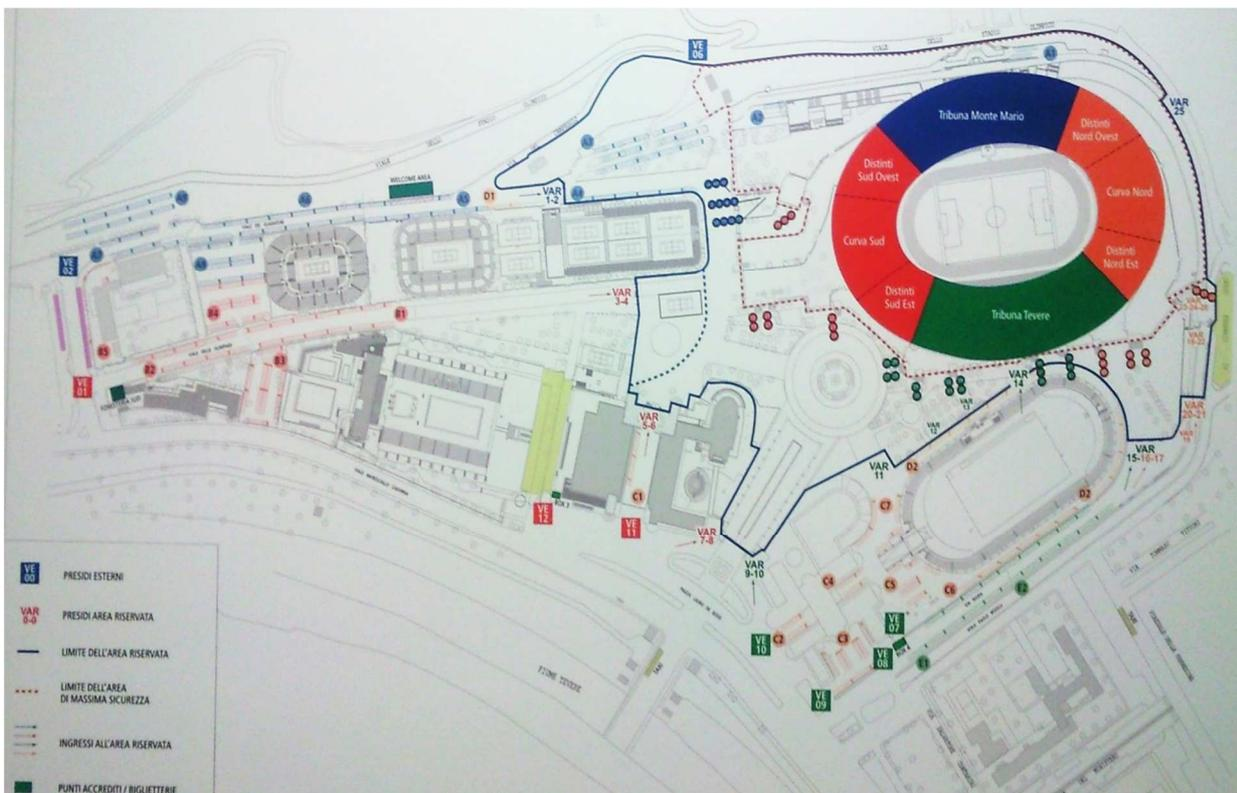

Fig. 4 Individuazione Area Riservata
Lo Stadio dei Marmi è l'impianto sportivo sito a Roma, con accesso carrabile principale da Viale Paolo Boselli (indicato con la freccia azzurra in fig. 4), e fa parte del complesso monumentale del Foro Italico. Fu realizzato negli anni '30 come struttura fuori terra, ma successivamente le pareti esterne delle tribune a gradoni furono ricoperte con terrapieno. Ciò ha fatto sì che attualmente lo spazio di attività sportiva si trovi interamente a quota - m 4,5 dal piano stradale. L'impianto ospita allenamenti e preparazione atletica relativi alle discipline di atletica leggera: occasionalmente vi si svolgono eventi quali manifestazioni sportive (es.: rugby giovanile) e concerti con presenza di pubblico. Durante tali eventi, per l'intervento dei mezzi di soccorso viene utilizzato, oltre all'accesso sopra menzionato, anche l'accesso verso lato Curva Sud dello Stadio Olimpico (indicato con la freccia gialla in fig. 3).
- gradoni in marmo che circondano la pista; nella Curva Sud dello Stadio (in corrispondenza del Palazzo H) è presente un percorso carrabile che collega lo spazio di attività sportiva con il livello stradale posto a quota + m 4,5 rispetto a questo (freccia blu in fig.4). All'inizio di tale percorso, per tutta la larghezza di questo (verso la zona di attività sportiva), è presente una rampa con piano di calpestio in legno e struttura portante in acciaio. Tale rampa riduce la pendenza del suddetto percorso, favorendo l'ingresso degli autoveicoli. Sulla sommità dei gradoni sono posizionate le statue in marmo per tutto il perimetro dello Stadio.